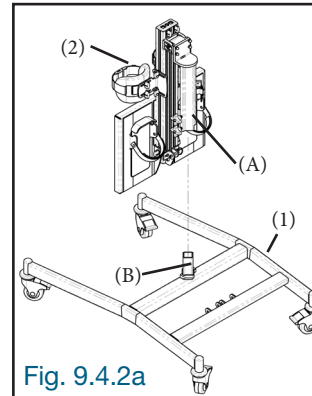

Fig. 9.4.2a
9.4.2a) Glisser le profilé (A) du châssis (2) sur le tube (B) de la base avec roues (1) (Fig. 9.4.2a).